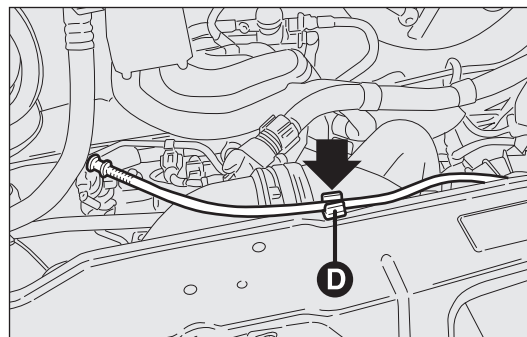
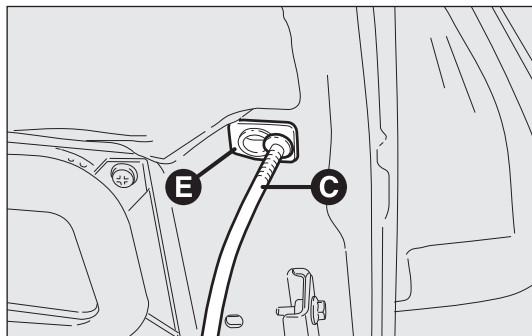

fig. 125
fig. 126
- Lyft motorhuv och lossa samtidigt stag D-fig. 125 från låsanordning D. För sedan in stagets ände C-fig. 126 i säte E på motorhuv.
- Håll motorhuven upplyft med en hand och använd den andra för att ta bort stag C-fig. 126 från säte E och sätt i staget i låsanordning D-fig. 125.